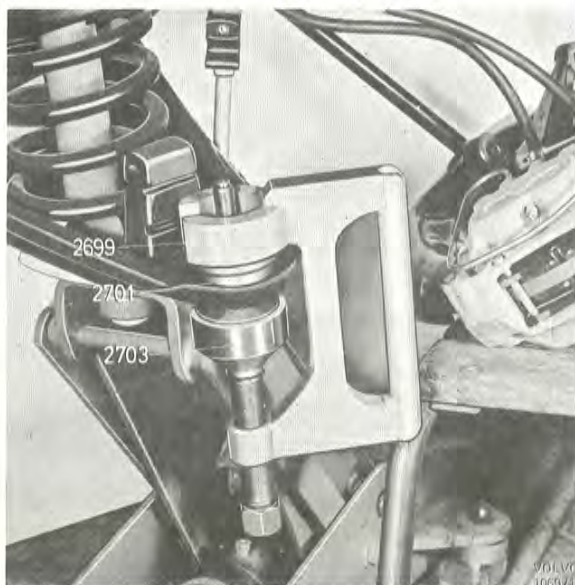

Bild 34. Montering av nedre kullad
2. Pressa kulladen i länkmarmen med verktyg 2699+2701+2703 enligt bild 34. Skulle kulladen äntra, vrids verktyget 180° och kulladen pressas i rätt läge. Kulladen får inte glappa i länkmarmen.